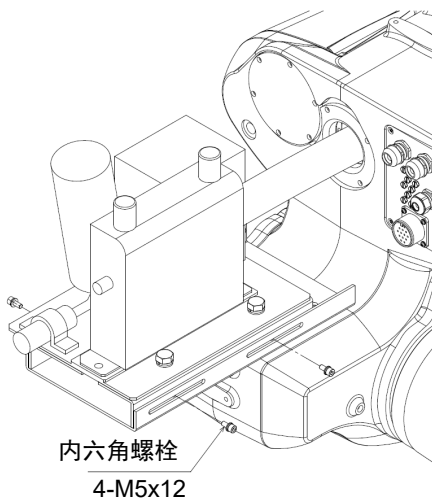
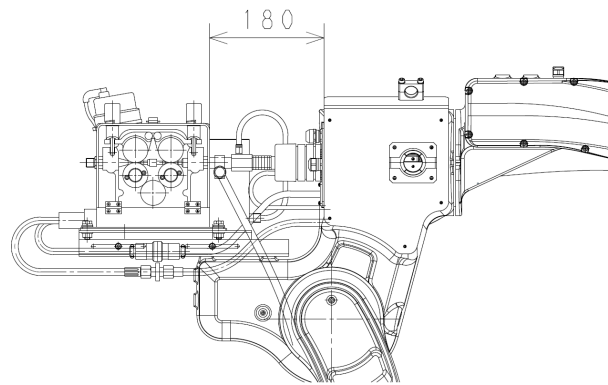

图 1.6 固定支架的安装(步骤 3)
图 1.7 送丝机安装外观图(步骤 3)
3. 参考图1.6和图1.7，用4根内六角螺栓(M5×12)临时固定固定支架A和固定支架B。最终调整时，请安装成如图2.4或图2.9所示将JT5轴调成135° 时，一体化动力线变为R100左右。